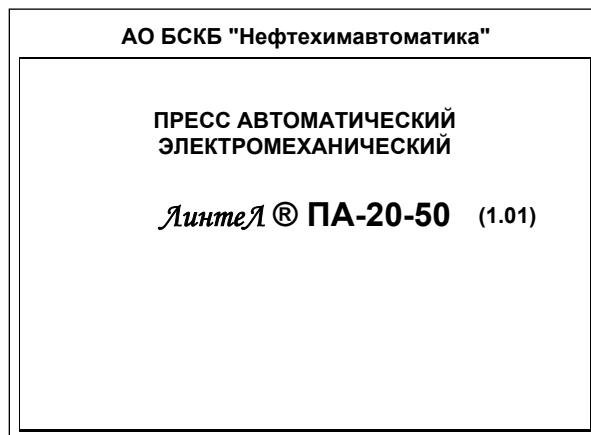

Рисунок 3 – Окно загрузки
- 3.3.1 Включить пресс тумблером «Сеть» на лицевой панели – на дисплее отобразится окно загрузки (рисунок 3).